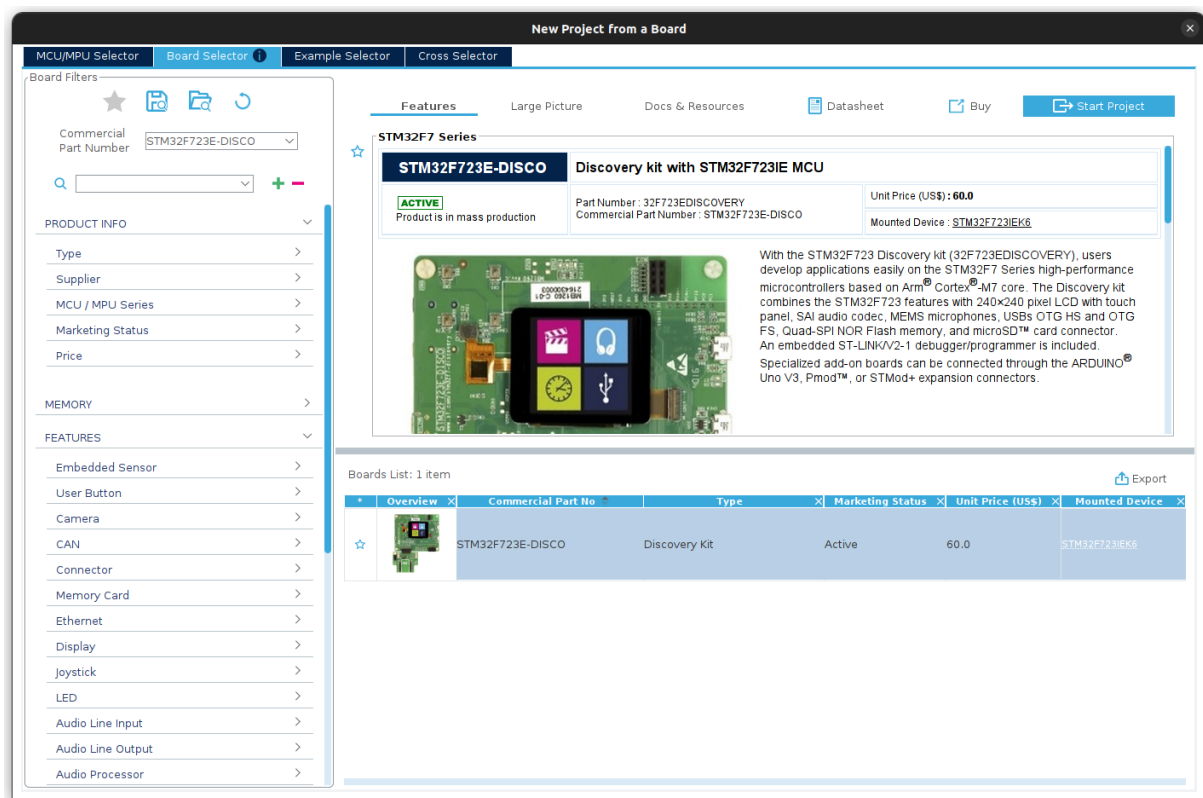

Figura 54: Selector de placas con la STM32F723E-DISCO seleccionada
- **BOARD:** En este caso, partimos de un procesador que ya se encuentra dentro de una placa, y sus pines tienen conexiones concretas establecidas (LEDs, Botones, Pantallas...). En este modo, simplemente deberemos elegir qué funciones activamos, pero no tendremos la dificultad de tener que planificar qué hace cada pin. Utilizaremos este segundo modo eligiendo nuestra placa (723E discovery) (Figura 54).